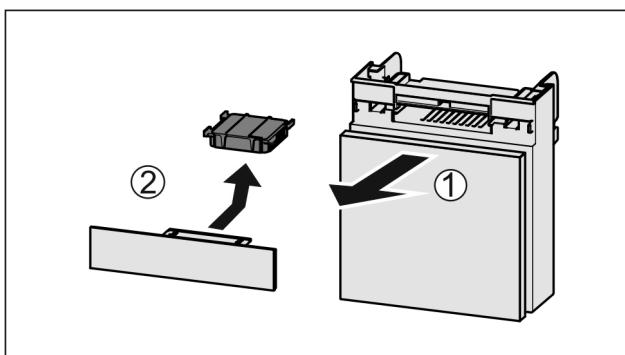

Fig. 82
- Extragăți Fig. 82 (1) compartimentul către înainte.
- Scoateți Fig. 82 (2) filtrul de cărbune activ.